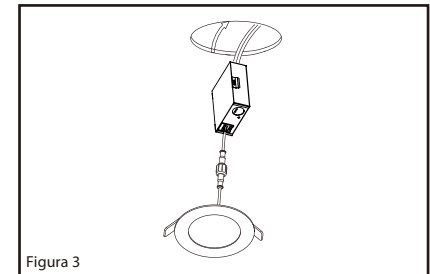

Figura 3
3. Conecte la caja de cableado a la luz empotrada LED con el conector de bloqueo rápido. (Figura 3)
4. Coloque la caja de cableado en el techo a través del recorte. (Figura 3)